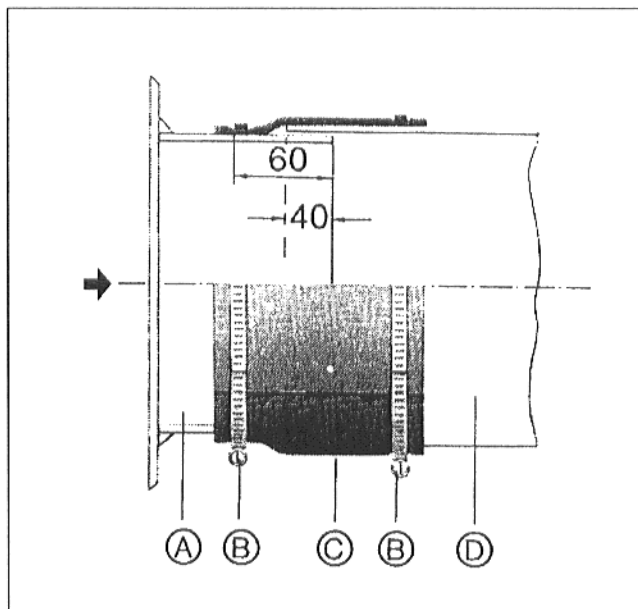

Рис. 4
- Надвинуть зажимные обоймы (B) на трубу отходящего газа (D).
- Вставить трубу отходящего газа (D) примерно на 40 мм в штуцер трубы котла (A).
- Наложить уплотнительную манжету трубы отходящего газа (C).
- Надвинуть зажимные обоймы (B) надвинуть поверх уплотнительной манжеты и затянуть (Рис. 4).